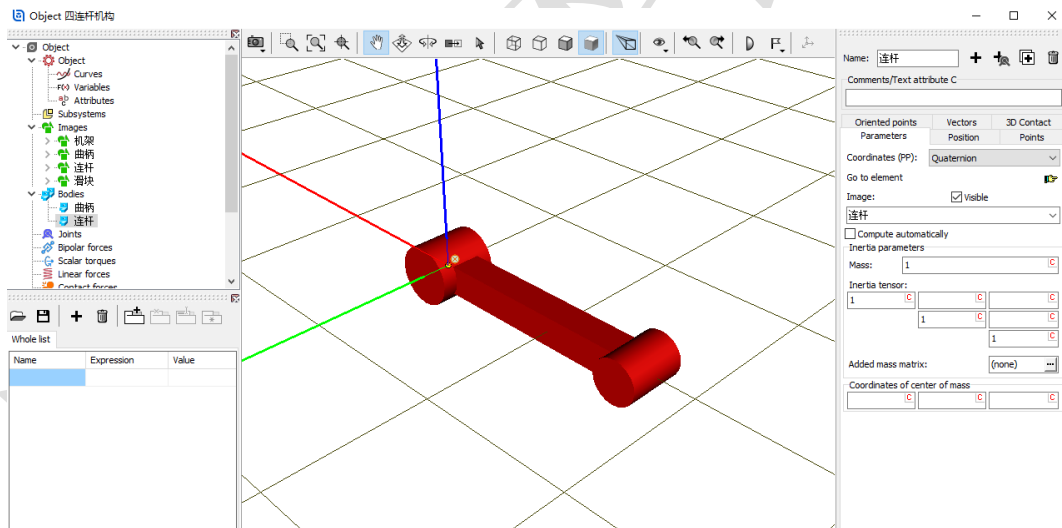

图 2-51
- 7) 创建第二个刚体**连杆**，从 **Image** 下拉菜单选择几何**连杆**，设置它的质量 (1) 和转动惯量 (1, 1, 1) 参数及质心坐标 (-0.4, 0, 0)，如图 2-51。